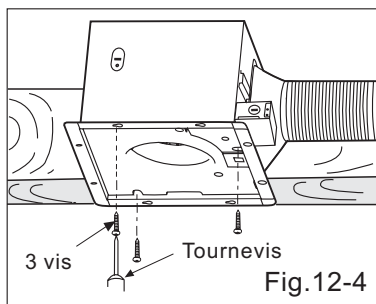

Fig.12-4
- Fixez le souffleur (voir Fig.12-4) et branchez la fiche dans la prise de courant. (voir Fig.11)